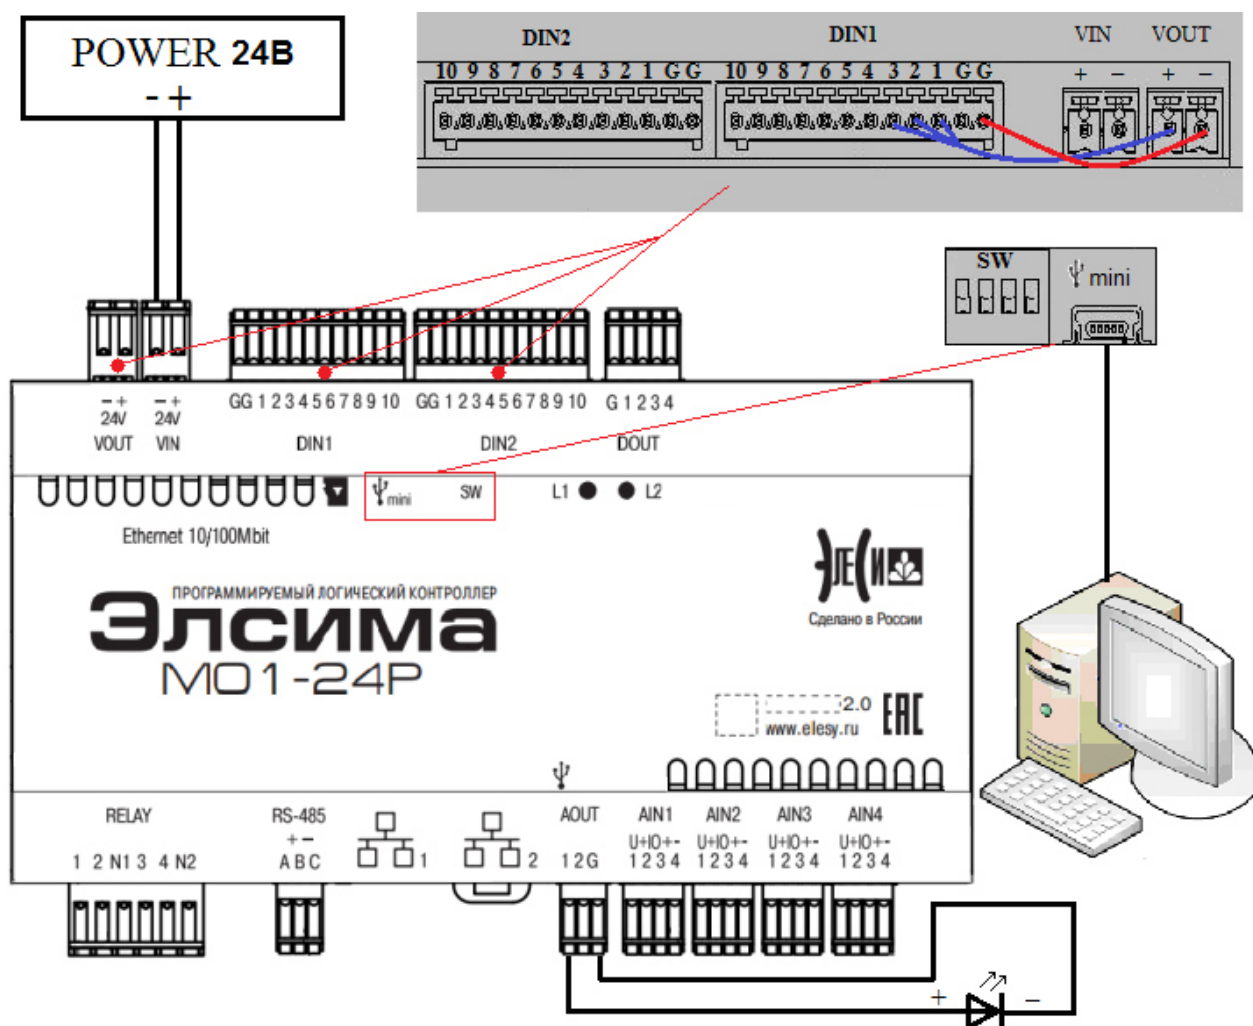

Рисунок 2.1 – Схема подключения ПЛК
1. Подключить светодиод к разъему аналогового вывода **AOUT1** и **AOUTG** контроллера согласно схеме рисунок 2.1.
3. Соединить проводом цифровой ввод **DIN1_G** и **VOUT «-»** (рисунок 2.1).
4. Подсоединить один конец провода к **VOUT «+»**. Второй конец провода необходим, чтобы подавать сигналы на **DIN1_1**, **DIN1_2**, **DIN1_3** (рисунок 2.1).
5. Подключить контроллер к компьютеру путем подключения разъема «**mini-USB тип В**» (🖱️) ПЛК кабелем USB к ПК с использованием драйвера виртуальной сети **RNDIS** (рисунок 2.1).